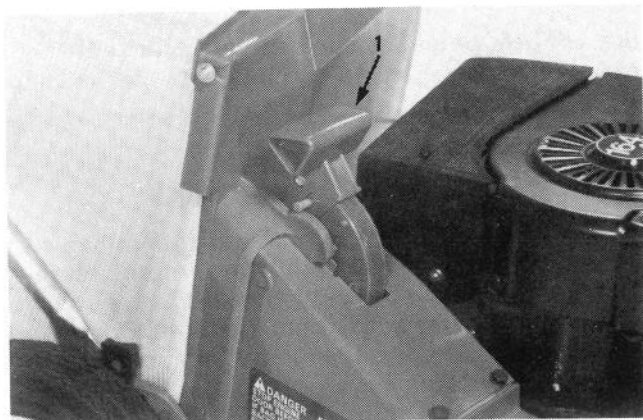

Figure 6
4. Tournez la poignée de porte d'éjection vers le haut pour ouvrir l'éjecteur et enclencher le sac en place (Fig. 6).